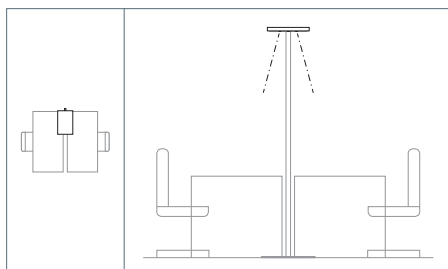

Fig. 7: Sensoren für Arbeitsplatzbelegung ausrichten: 2 Arbeitsplätze.
2. Schwenken Sie jeden Sensor bis zum Anschlag in Richtung der Schreibtischvorderkante, siehe Fig. 7.